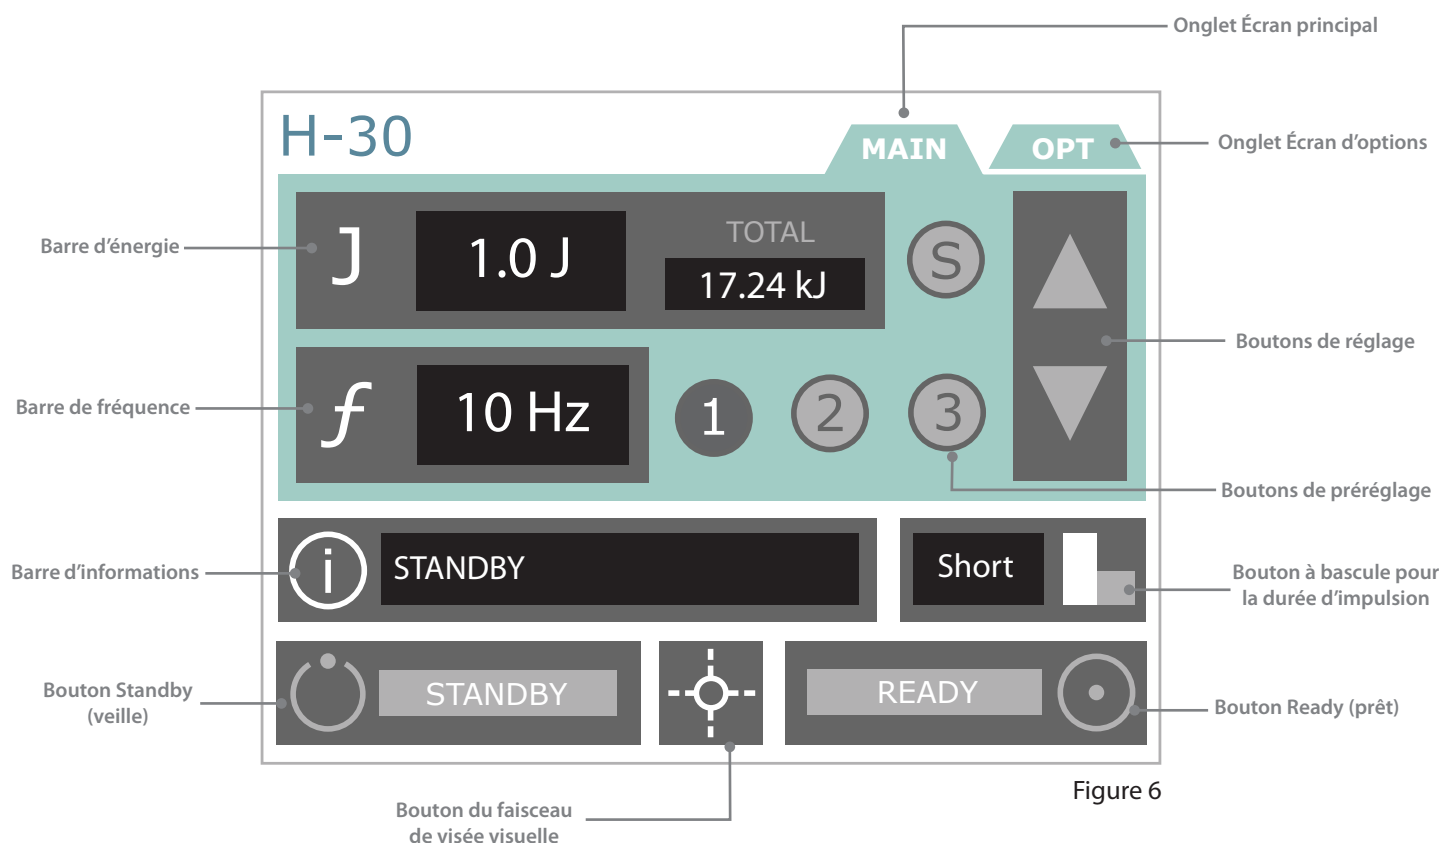

Figure 6
8. Appuyer sur le bouton **ready** (prêt). (Voir figure 6, page 3-32.) La barre d'avancement « READY » (Prêt) se remplit environ en deux secondes.
7. Appuyer sur le bouton **ready** (prêt). (Voir figure 6, page 3-32.) La barre d'avancement « READY » (Prêt) se remplit environ en deux secondes.
Éléments de l'écran principal (voir figure 6)
(via le bouton à bascule sur l'écran principal) (Voir figure 6, page 3-32.)